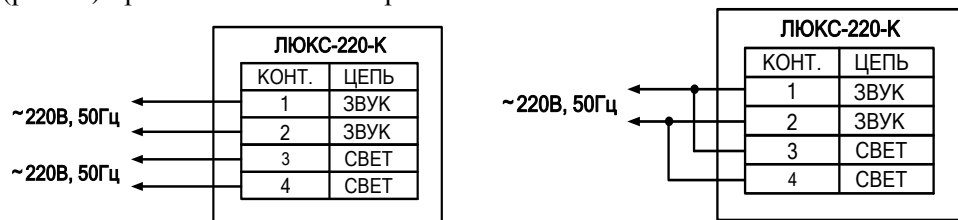

Рис. 1. Схемы подключения
3.2. Подключение изделия должно производиться в соответствии со схемой (рис. 1.) при отключенном напряжении питания.